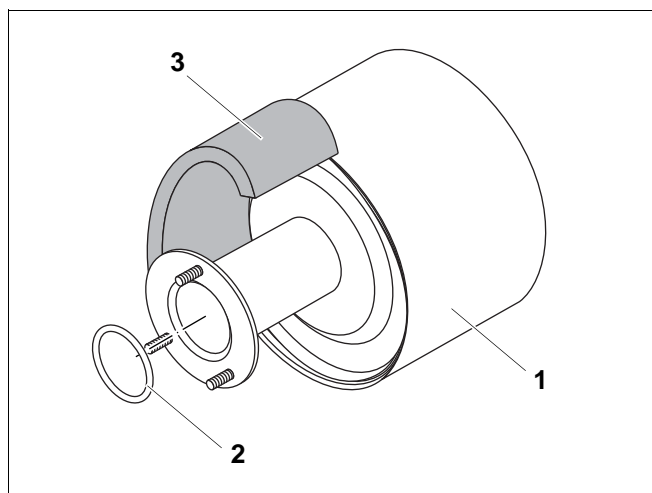

Рис. 34 Замена теплоизоляционной полосы
- Удалите старую полосу (рис. 34, **поз. 3**).
- Проверьте, нет ли сильных повреждений поверхности стержня горелки (рис. 34, **поз. 1**).
Шов теплоизоляционной полосы (рис. 34, **поз. 3**) должен быть внизу. Только в таком положении теплоизоляция уложена правильно.
- Оберните стержень горелки (рис. 34, **поз. 1**) новой теплоизоляционной полосой (рис. 34, **поз. 3**).